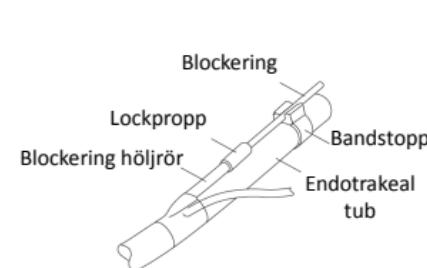

Bild 7
5. Vänd patienten på sida, kontrollera blockeringskuffens placering under bronkoskop och fixera blockeringskafet på endotrakealtuben med bandstoppen (Bild 7).
2. Knäpp fast blockeraren på bandstoppen på endotrakealtuben (Bild 7).